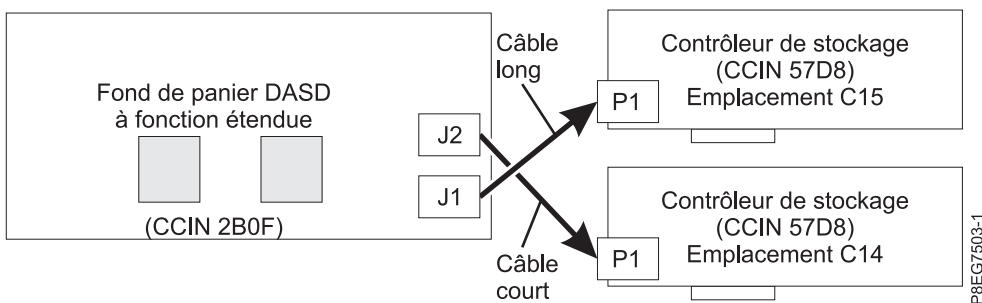

Figure 7. Reconnexion du câble SAS dans un configuration à fonction étendue
- Si vous disposez de deux cartes PCIe3 x8 cache SAS RAID internes (CCIN 57D8, fonction étendue), le câble SAS court relie le connecteur de fond de panier d'unité de disque supérieur (J2) au connecteur P1 sur la carte SAS RAID interne dans l'emplacement P1-C14. Le câble SAS long relie le connecteur de fond de panier d'unité de disque inférieur (J1) au connecteur P1 sur la carte SAS RAID interne dans l'emplacement P1-C15. Voir la figure 7.